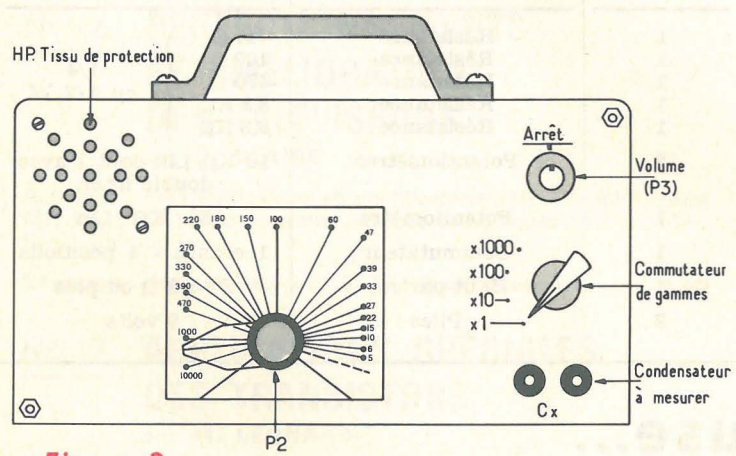

Figure 3
7) Si l'on dispose d'une gamme assez complète de condensateurs ayant une précision acceptable et de valeur connue, on pourra faire l'étalonnage du cadran de P_2 en repérant à chaque fois la position pour laquelle on obtient le battement zéro. La figure 3 donne une idée de la graduation obtenue avec l'appareil déjà réalisé.